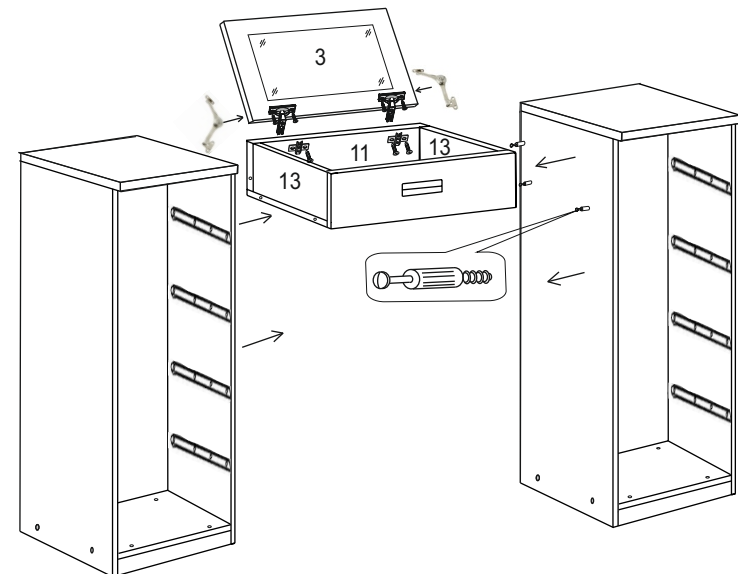

Рис.3 Сборка стола
1. Между левой и правой тумб закрепите центральную нишу, вставив винты (Ф-1) в отверстия с эксцентриками (Ф-2) и повернув эксцентрик по часовой стрелке до упора с помощью шестигранного ключа (Ф-3) (по 3 эксцентрика слева и справа) (рис. 3).